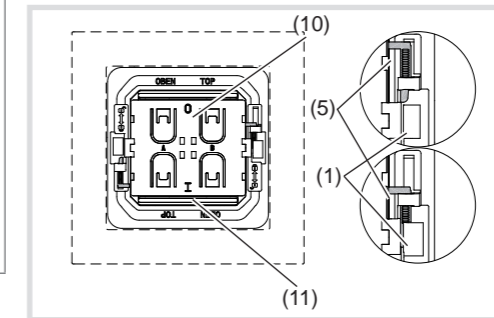

Bild 4: Entriegeltes und verriegeltes Funk-Modul
- Den Rahmen (2) auf die Tragplatte (6) setzen.
- EnOcean Funk-Modul (3) über die Verriegelungszapfen auf die Tragplatte setzen. Dabei die Kennzeichnungen in der Mitte des Moduls beachten - **0** muss oben (10) und **1** unten (11) liegen.
- Die gelben Verriegelungsstifte (5) links und rechts am Funk-Modul nach oben/unten bis zum Anschlag unter die Verriegelungszapfen (1) schieben (Bild 4). Das Funk-Modul ist auf der Tragplatte arretiert.
- Wippe (4) lagerichtig auf das Funk-Modul auflegen und andrücken bis sie einrastet.